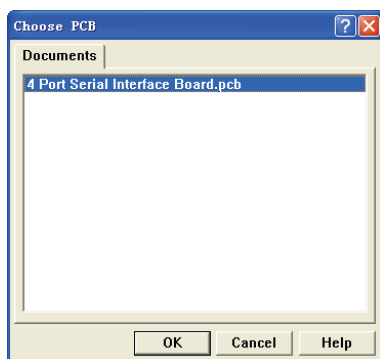

图 9-16 “Choose PCB” 对话框
(2) 系统弹出如图 9-16 所示的对话框，在该对话框中可以选择需要产生报表的 PCB 文件，单击 **OK** 按钮。